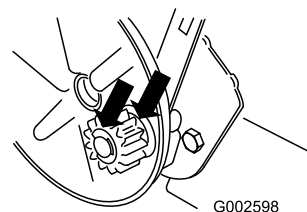

Figura 32
2. Aplique aceite lubricante al interior y al exterior de los engranajes (ver Figura 32).